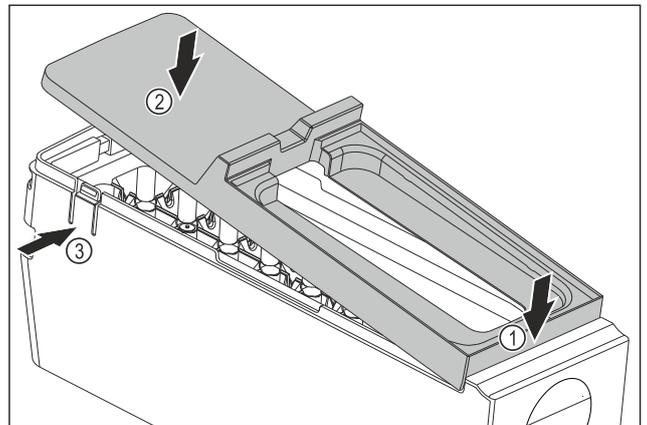

Fig. 115
- ▶ Montar la cubierta del EasyTwist-Ice: Colocar la cubierta por delante. Fig. 115 (1)
- ▶ Bajar la cubierta por detrás. Fig. 115 (2)
- ▷ La cubierta encaja en ambas lengüetas Fig. 115 (3) de forma audible.